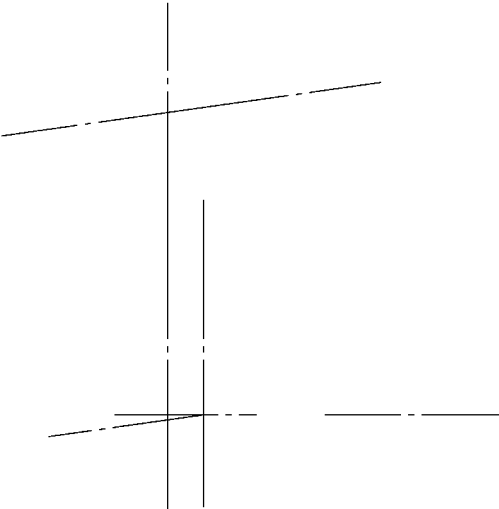

图 11-40 绘制中心线
1) 将【点画线】层设置为当前图层, 单击功能区【直线】按钮, 绘制主视图与左视图的中心线, 其中主视图中左下方的斜线, 是单击功能区【直线】按钮, 利用对象捕捉功能捕捉两中心线交点, 并输入“< -172” (即与水平向左成 8° 的夹角), 并单击【偏移】按钮, 向上偏移 134.4mm, 如图 11-40 所示。